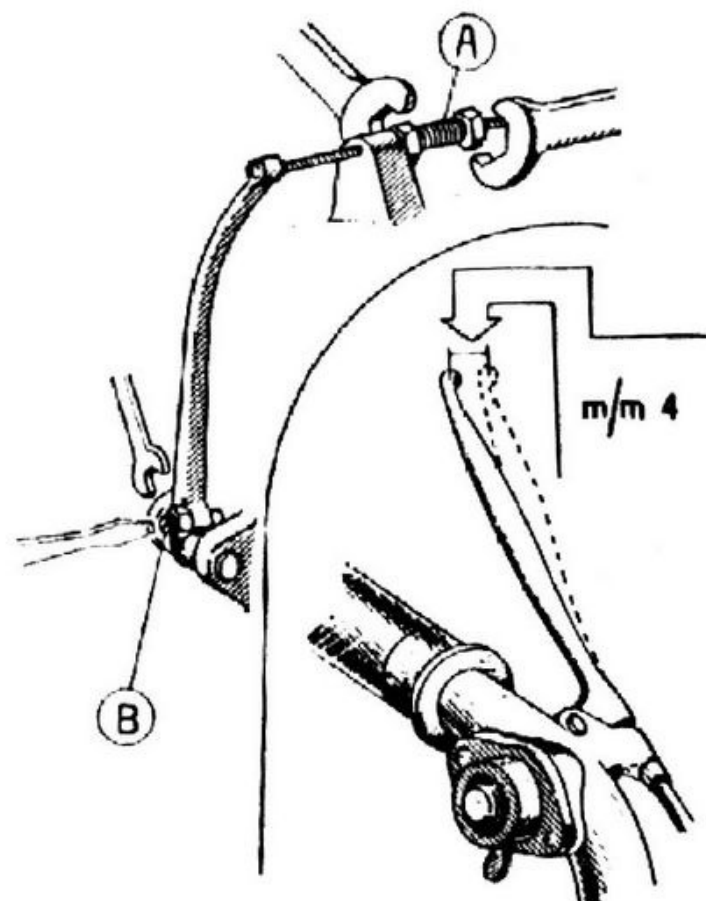

Fig. 12
4. Registrare la frizione (fig. 12).
Allentare le viti C del ruttore (vedi fig. 12) e ruotare il ruttore stesso in senso orario per anticipare o in senso antiorario per ritardare.